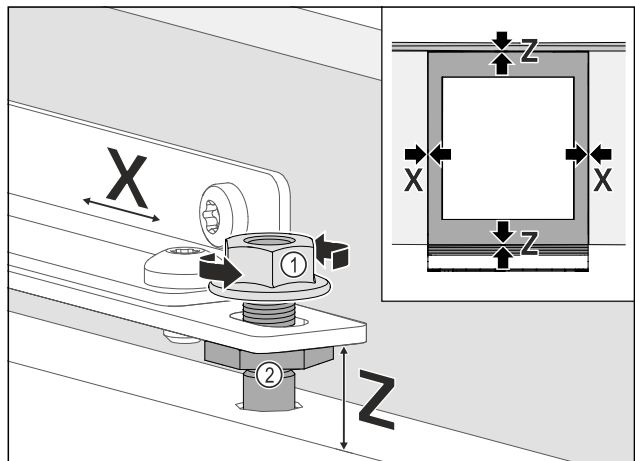

Fig. 57
- Lijn de meubeldeur uit: Draai de borgmoer Fig. 57 (1) los, beweeg de meubeldeur in X-richting.
- Draai de borgmoeren Fig. 57 (1) vast.
- Meubeldeur in de hoogte Z en in de zijdelingse schuinite uitlijnen: De stelbouten Fig. 57 (2) instellen.